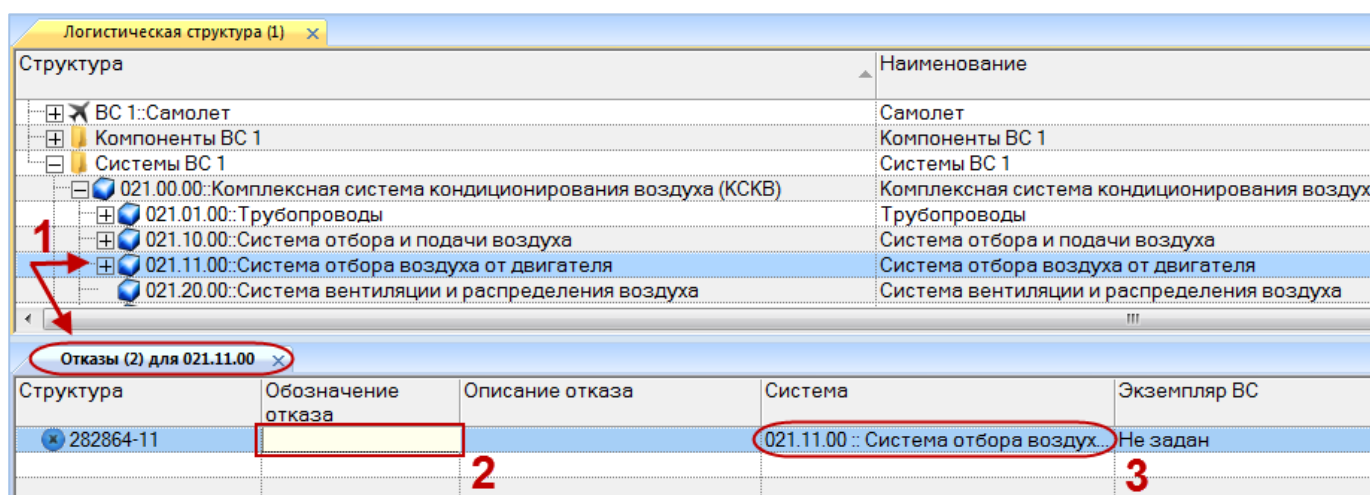

Рис. 13-279 – Создание отказа в окне связанных объектов «Отказы» для ЛСИ-системы
2) Выбрать систему в рабочем окне «Логистическая структура» и открыть окно связанных объектов «Отказы» для выбранной системы (1 на рис. 13-279).
- 4) В окне связанных объектов «Отказы» для выбранной системы появится новый отказ. Ввести «Обозначение» отказа (2 на рис. 13-279).
- 5) Связь отказа с системой будет создана автоматически (3 на рис. 13-279).